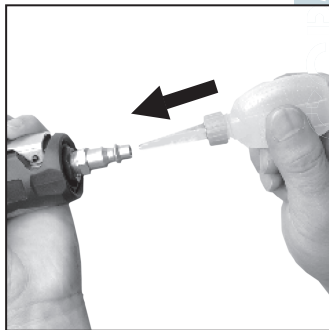

Рисунок 9 – Смазка инструмента
- При помощи маслёнки добавьте несколько капель масла для пневмосистем в инструмент непосредственно через входное отверстие машинки (рис. 9).